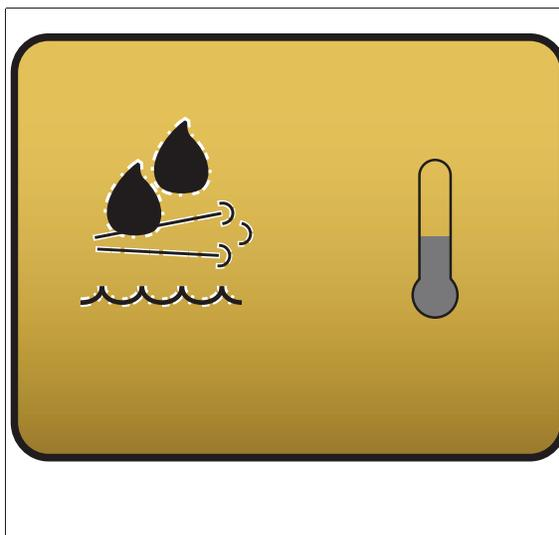

Fig. 7.
- En el panel de instrumentos, aparece un mensaje que muestra AdBlue™ o DEF, junto con el icono de termómetro fig. 7, y se activa una alarma acústica. Este mensaje vuelve a aparecer en intervalos regulares (aprox. cada siete minutos).
- Si no se completa el deshielo durante los 70 minutos posteriores al arranque del motor, se activa el modo degradado (1). El par motor se limita al 75% durante los 40 minutos de la activación del modo degradado (1).